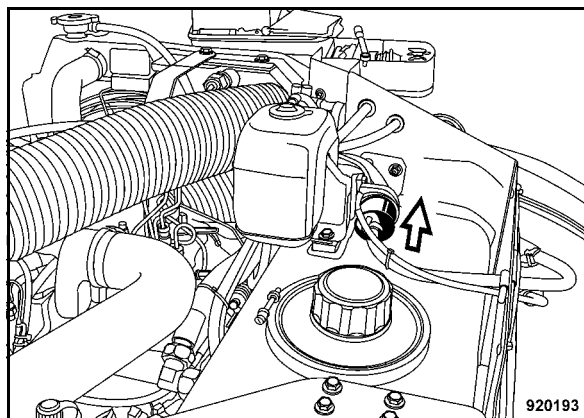

Fig. 116
- Soltar las abrazaderas (Fig. 116).